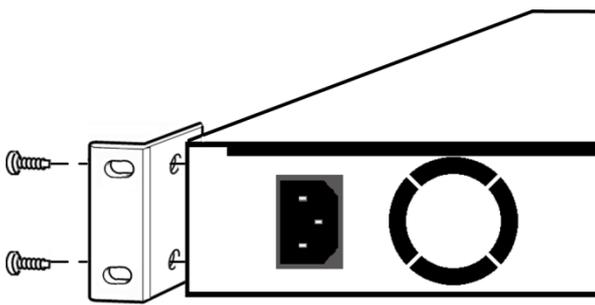
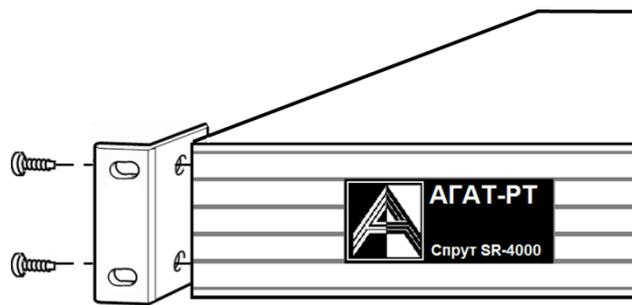

Рис. 25 Установка уголка на заднюю часть Спрут SR-4000.
Рис. 26 Установка уголка на переднюю часть Спрут SR-4000.
2. Установить уголки с боковых сторон Спрут SR-4000 и закрепить их теми же винтами, которые были вывернуты из корпуса Спрут SR-4000. Установка уголков возможна так, как показано на Рис. 25, или так, как показано на Рис. 26.